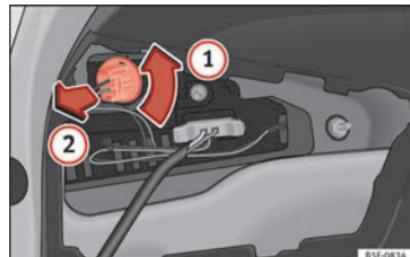

Fig. 117 Démonter le porte-ampoule.
- Faites tourner le porte-ampoule de marche arrière vers la gauche dans le sens de la flèche **①** »» **fig. 117**.
- Retirez le porte-ampoule de son logement **②**.